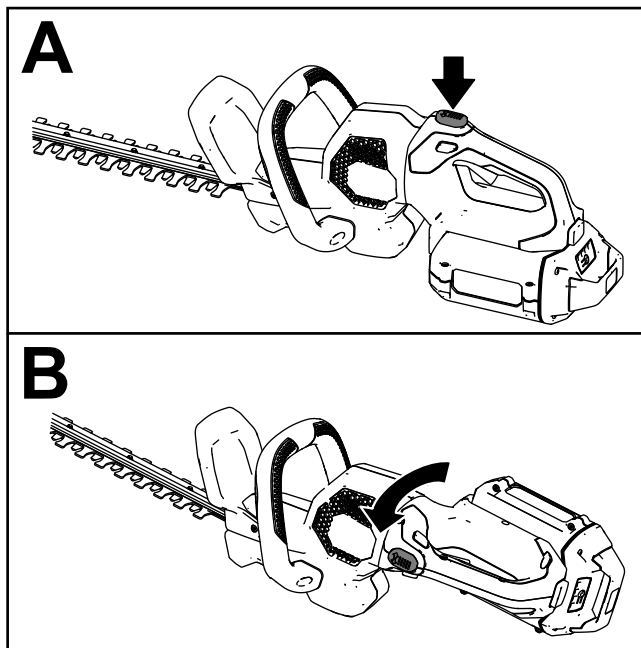

Figura 8
1. Mantenga pulsado el botón de bloqueo de la rotación (Figura 8, A).
2. Rote la empuñadura 90° a la izquierda o a la derecha dependiendo del sentido de corte deseado, luego suelte el botón de bloqueo de la rotación para bloquear la empuñadura en la posición deseada (Figura 8, B).